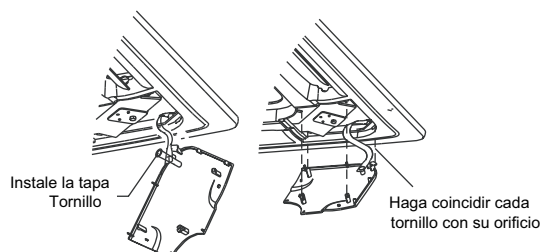

Fig.1-14
- Sujete la cuerda de la tapa en el tornillo de la cubierta de la instalación (Ver Fig. 1-14).